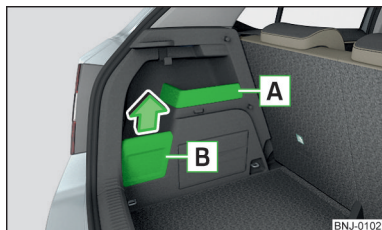

Fig. 99
- Il bagaglio appeso al gancio, se possibile, deve essere inserito nello scomparto portaoggetti **B** » fig. 99 a pag. 89, altrimenti sussiste il rischio di danneggiare il coperchio dello scomparto.
- Se al gancio viene appeso un bagaglio più pesante di 2,5 kg, si consiglia di rimuovere il coperchio dello scomparto **B** » fig. 99 a pag. 89, altrimenti sussiste il rischio di danneggiarlo.
Scomparti portaoggetti » fig. 99
➤ Togliere il coperchio dello scomparto portaoggetti **B** nella direzione indicata dalla freccia » fig. 99.
Lo scomparto portaoggetti **A** » fig. 99 è adatto per riporre piccoli oggetti fino a un peso totale di 1,5 kg.